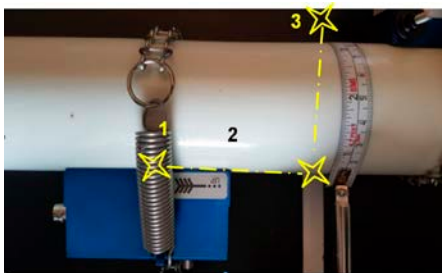

Abbildung 19: Ermittlung der Montageposition für Sensor 2
6. Montieren Sie nun den zweiten Sensor mit der Mitte der **Sensorfront** (nicht des Sensors) an Markierung 3 (siehe **Abbildung 19** & **Abbildung 20**). Die Sensoren befinden sich nun exakt gegenüberliegend